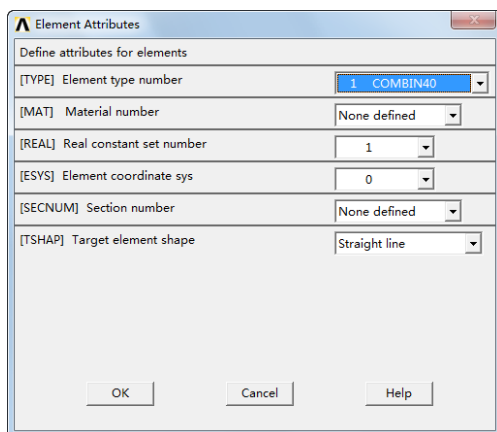

图 12-15 “Elements Attributes”对话框
⑩定义梁单元属性: Main Menu > Preprocessor > Modeling > Create > Elements > Elem Attributes, 弹出“Elements Attributes”对话框, 在“[/TYPE] Element type number”下拉列表中选择“1 COMBIN40”, 在“[/REAL] Real constant set number”下拉列表中选择 1, 如图 12-15 所示。